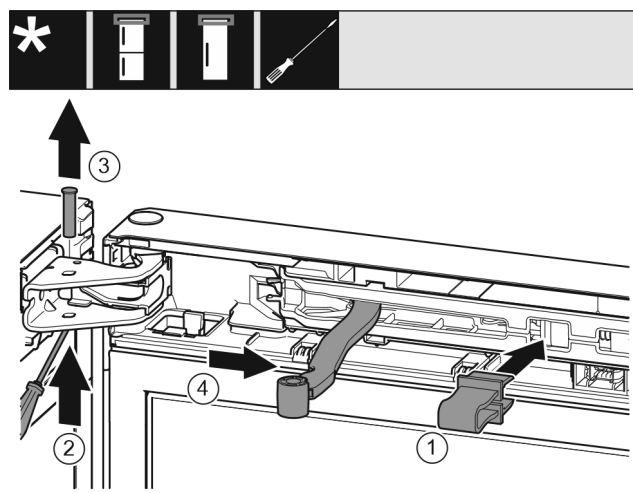

Fig. 9
► Enclencher la fixation Fig. 9 (1) dans l'ouverture.
► Dévisser l'axe Fig. 9 (2).
► Retirer l'axe Fig. 9 (3) par le haut.
► Tourner la jointure Fig. 9 (4) en direction de la porte.